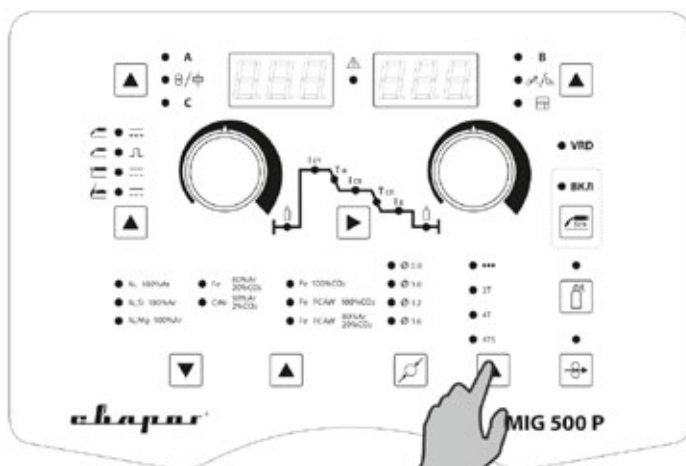

Рис. 8.7.4. Выбор режима работы горелки.
4. Выберите режим работы горелки (См. рис. 8.7.4) в зависимости от длины сварочного шва (См. табл. 7.0.2, поз. 12).